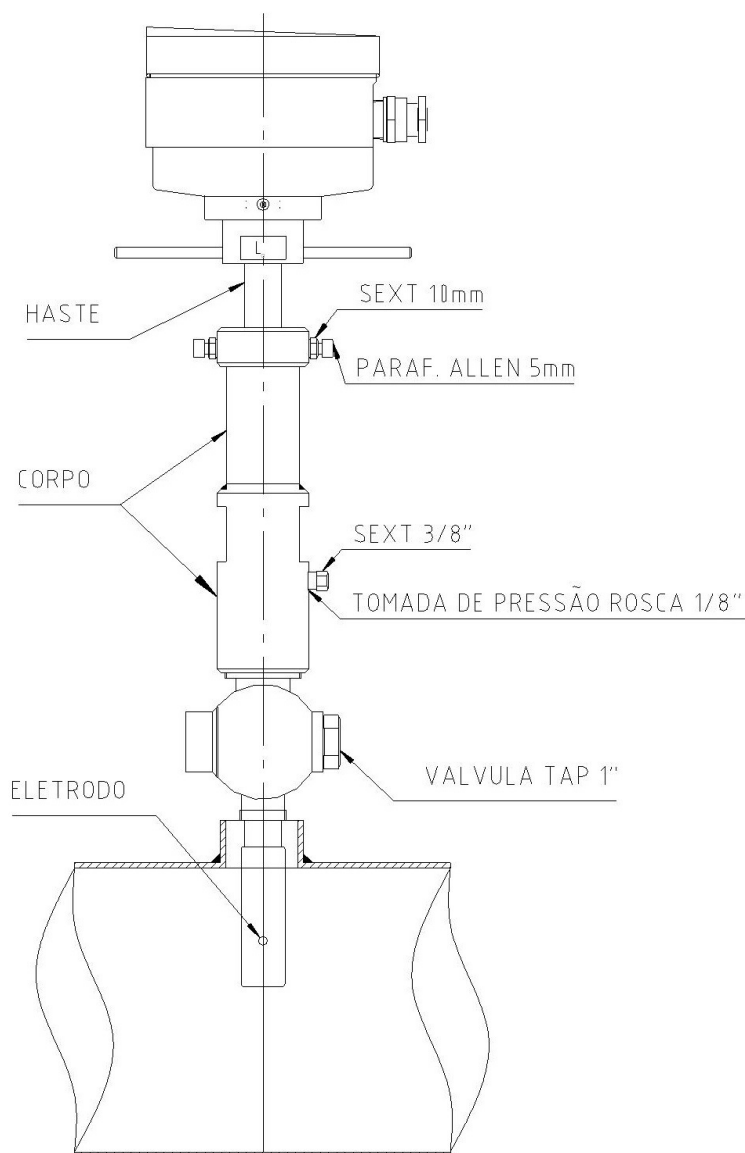

Figura 8
- a. Ajustar a haste do medidor, afrouxando os parafusos Allen 5 mm e as porcas sextavadas, até que a marca em vermelho da haste fique tangente ao anel, conforme **figura 8**.
- a. Afrouxar as porcas sextavadas e os parafusos Allen e puxar cuidadosamente a haste do medidor até visualizar a marca em vermelho. Esta deve ficar tangente ao anel, conforme **figura 8**. Nesta posição a válvula deve ser fechada.